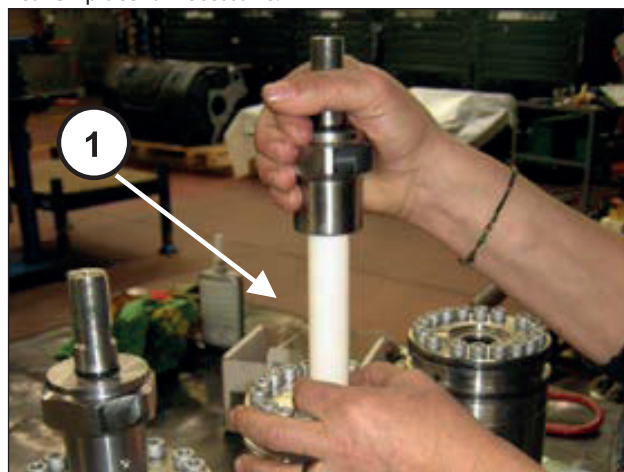
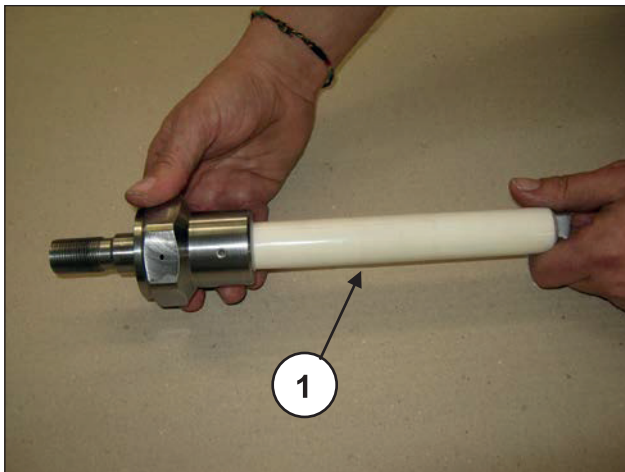

Fig. 186
Fig. 187
Déposer les pistons plongeurs en les dégageant à la main des chemises (rep. ①, Fig. 186) et vérifier s'ils sont usés (rep. ①, Fig. 187).